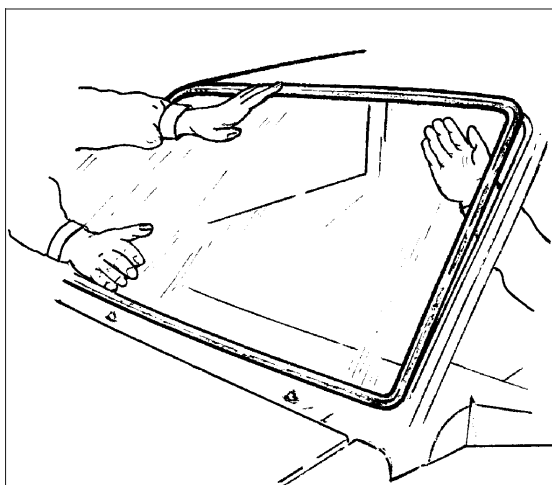

Рис.2. Снятие ветрового стекла
1.2 Заправить кромку уплотнителя стекла со стороны салона кузова за фланец проема окна в верхней части проема, надавить рукой, рис. 2, и снять стекло в сборе с уплотнителем. Уложить стекло на стол типа БС-152-000 (отвертка плоская типа 7810-0326, крючок технологический). Работы по снятию и установке стекла выполнять с помощником.